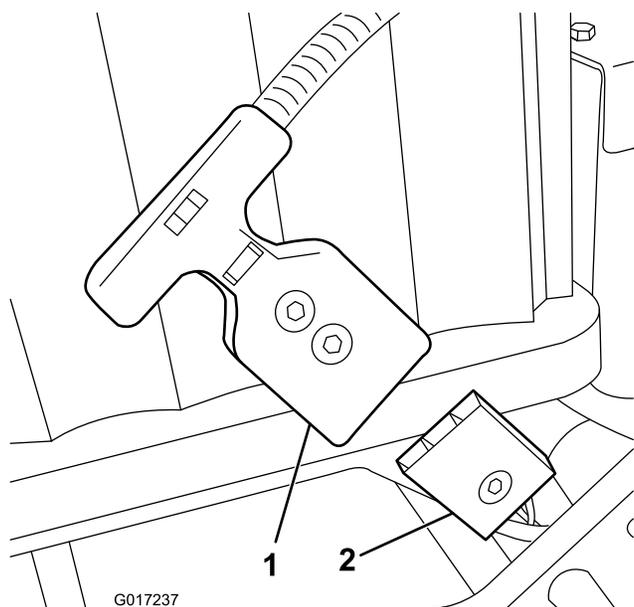

Figura 13
Nota: Se não conseguir combinar o receptáculo da bateria com o tampão da cablagem da máquina enquanto a bateria estiver instalada, pode ligar a cablagem à bateria e, em seguir, instalar a bateria. Retire o conector da alimentação principal (Figura 13) da base da bateria. Instale o conector na bateria como descrito. Instale a bateria na base, enroscando a cablagem
15. Ligue o conector da pega em T da cablagem principal ao conector de alimentação na base da bateria (Figura 13).